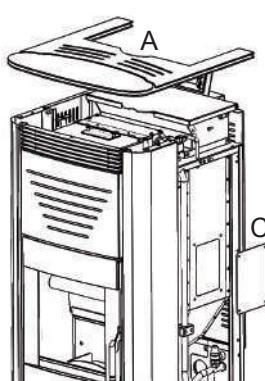

Fig. 13
- Sollevare il rivestimento superiore (A), sganciare il rivestimento laterale (B) e rimuovere il tappo d'ispezione (C); (Fig. 13)